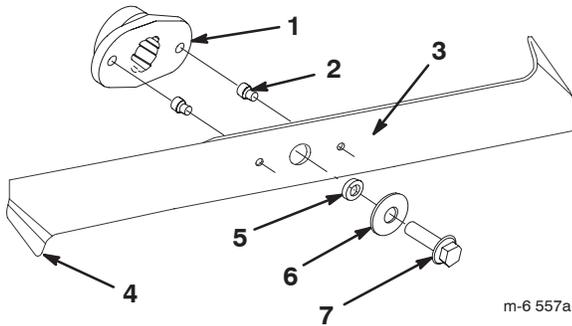

Figure 32
2. Inspectez les lames (Fig. 32). Si elles ne sont pas tranchantes ou si elles présentent des indentations, déposez et aiguisez les lames (voir Aiguisage des lames, page 32).
3. Inspectez les lames, surtout les bords recourbés (Fig. 32). Si les lames sont usées ou endommagées à ces endroits, remplacez-les immédiatement.
4. Si les goupilles de cisaillement sont cassées, remplacez-les immédiatement (Fig. 32).
3. Enlevez les boulons, les rondelles et les lames (Fig. 32). Pour enlever le boulon, bloquez éventuellement la lame en introduisant une cale en bois entre la lame et le carter de tondeuse.
1. Installez les lames, les rondelles et les boulons de fixation (Fig. 32).